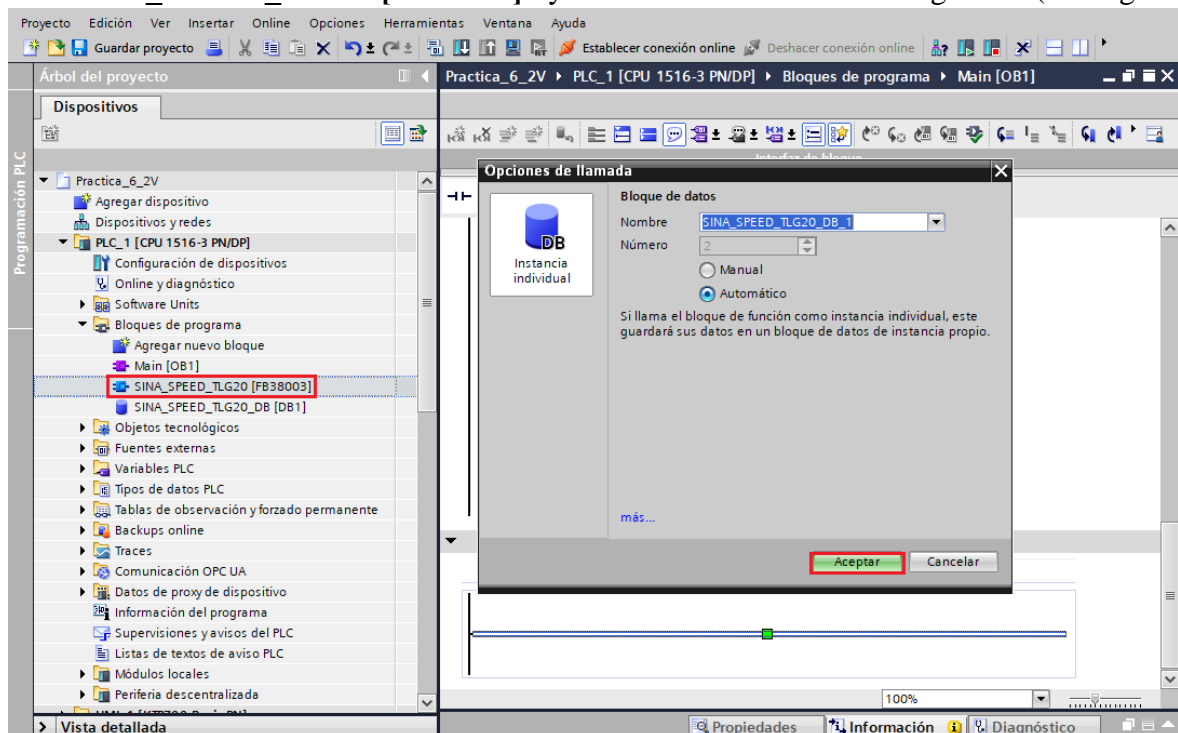

Figura 31. Agregar telegrama 20 para el Variador 2.
- En el cuarto segmento se debe agregar el Telegrama de comunicación 20 para el segundo variador de frecuencia, para ello se debe ubicar en el “Árbol del proyecto” / “Bloques de programa” y seleccionar el bloque de función del telegrama 20 “SINA_SPEED_TLG20[FB38003]” y arrastrarlo hasta el cuarto segmento (ver Figura 31).